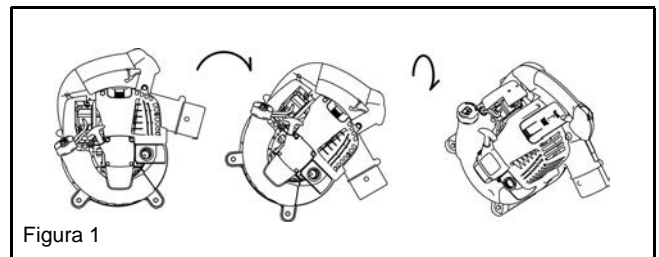
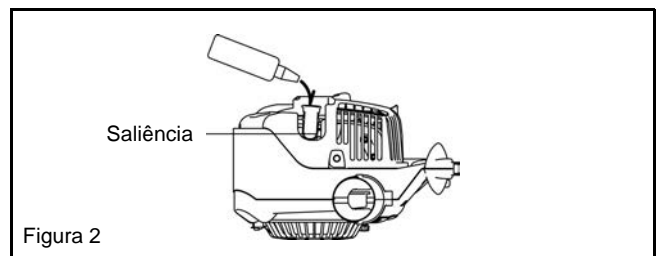

Figura 1
Figura 2
- (1) Confirme que a tampa do tanque está bem apertada.
- (2) Retire a tampa do óleo.
- (3) Incline a máquina na sequência ilustrada na Figura 1.
- (4) Oriente a máquina como mostrado na Figura 2 e reabasteça o óleo até a saliência dentro do tubo.
- (5) Depois de reabastecer, aperte o medidor de óleo com firmeza. Se não o apertar o suficiente, pode ocorrer fuga de óleo.
Para abrir a capa, coloque os dedos na pega principal e na saliência da capa da vela (Figura 1). Empurre a saliência para cima e deslize a capa na direcção "OPEN" (Figura 2). Para fechar a capa, deslize-a na direcção "CLOSE" até que a unha embaixo da saliência da capa da vela fique em cima da tampa do motor. Por fim, pressione a saliência.